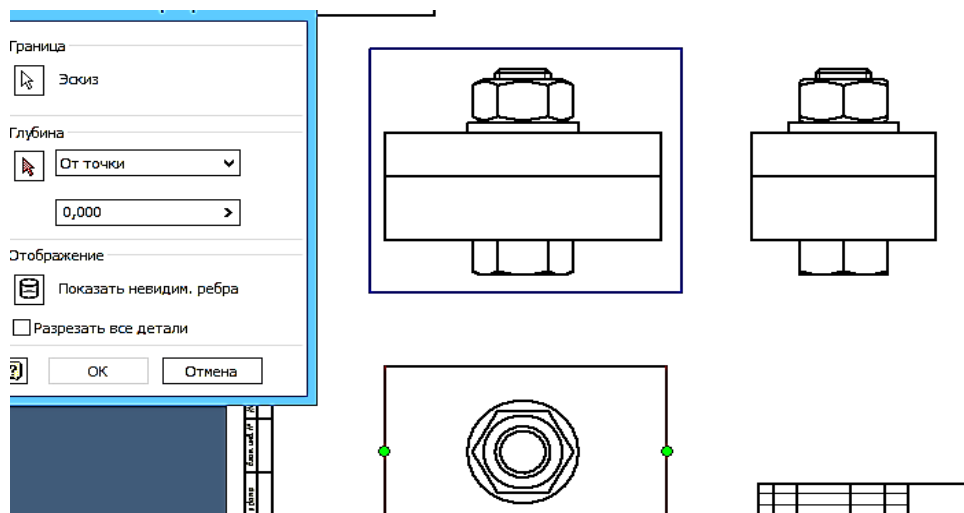

Рис. 3.99. Задание секущей плоскости
12. В диалоговом окне «*Местный разрез*» в раскрывающемся списке «*Тип глубины*» по умолчанию установлено «*От точки*». Укажите ЛКМ на середины отрезков, как показано на рис. 3.99.